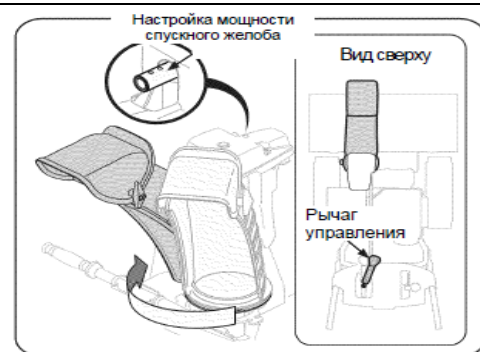

Рис. 5
5. Прижмите курок на джойстике панели и вращайте ручную желоб выброса так, что бы он был развернут вперед. Отверстия во входе управления желобом должны быть направлены вверх. (См. Рис. 5).
ВАЖНО: Джойстик должен быть слегка наклонен вправо. См. Рис. 5 и 6.